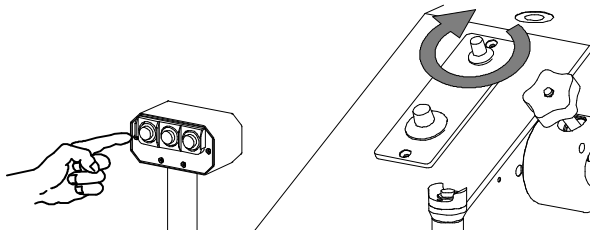

Fig. 12
c) Sobre o punho da esquerda está montado um quadro que compreende três botões: o nº 1, o nº 2 e o nº 3; estes agem como selectores de potência sem que o operador intervenha a regulá-la todas as vezes que muda a dimensão do cortante. O botão nº 1 (Fig. 12) à direita do quadro, é usado no caso de corte de materiais tenros com o emprego de utensílios com um desenvolvimento linear reduzido. É possível além disto incrementar em modo gradual o seu valor por meio do potenciômetro indicado na Fig. 12 até atingir quase a potência do botão nº 2.